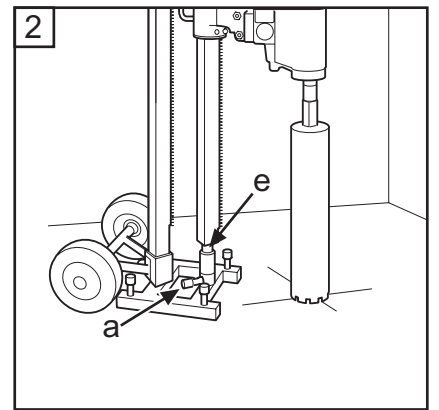

Fig. 15
5. Kontrollera borkronans läge. Justera borrarparen genom att lossa de båda låsskruvarna (b och c). Drag fast skruvarna ordentligt innan borrarning. Lås stämpskruven i låshylsan med låsskruv (a) och mutter (e), drag åt med 24/ 30 mm nyckel (Fig. 15).
5. Kontrollér borekronens placering. Juster boresøjlen ved at løsne de to låseskruer (b og c). Spænd skruerne ordentligt inden boring. Lås stempelskruen i låsebøsningen med låseskruen (a) og møtrikken (e), og spænd med 24/30-mm-nøgle (Fig. 15).
5. Kontroller borkronens stilling. Juster borsøylen ved å løsne de to låseskruene (b og c). Trekk skruene godt til før boring. Lås søyleskruen i låsehylsen med låseskrue (a) og mutter (e), trekk til med 24/30 mm nøkkel (Fig. 15).